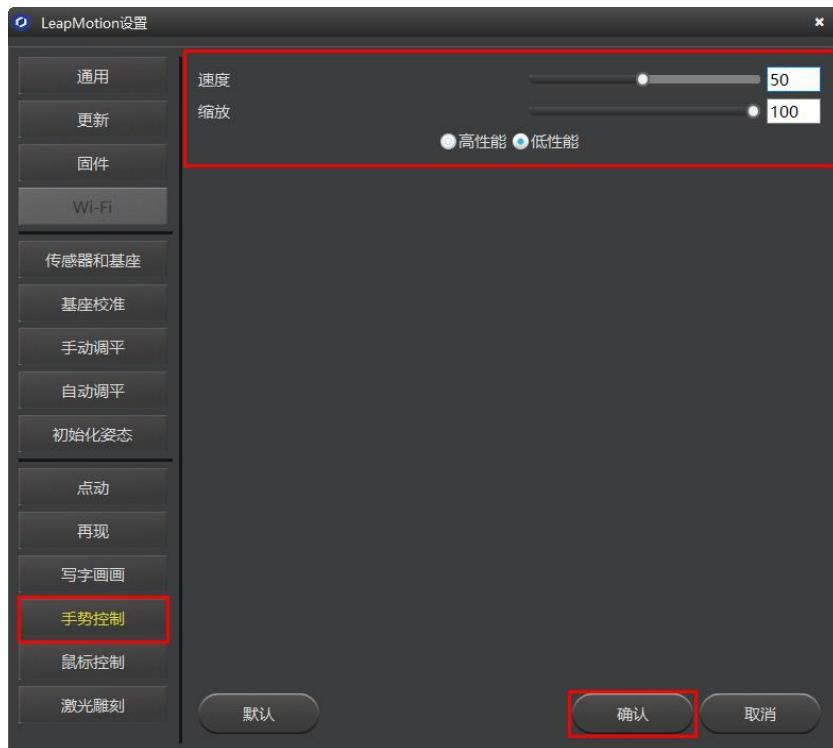

图 5.105 设置手势控制参数
**步骤 4** 单击“手势控制”。如图 5.105所示。设置如表 5.12 所示的手势控制参数，然后单击“确认”